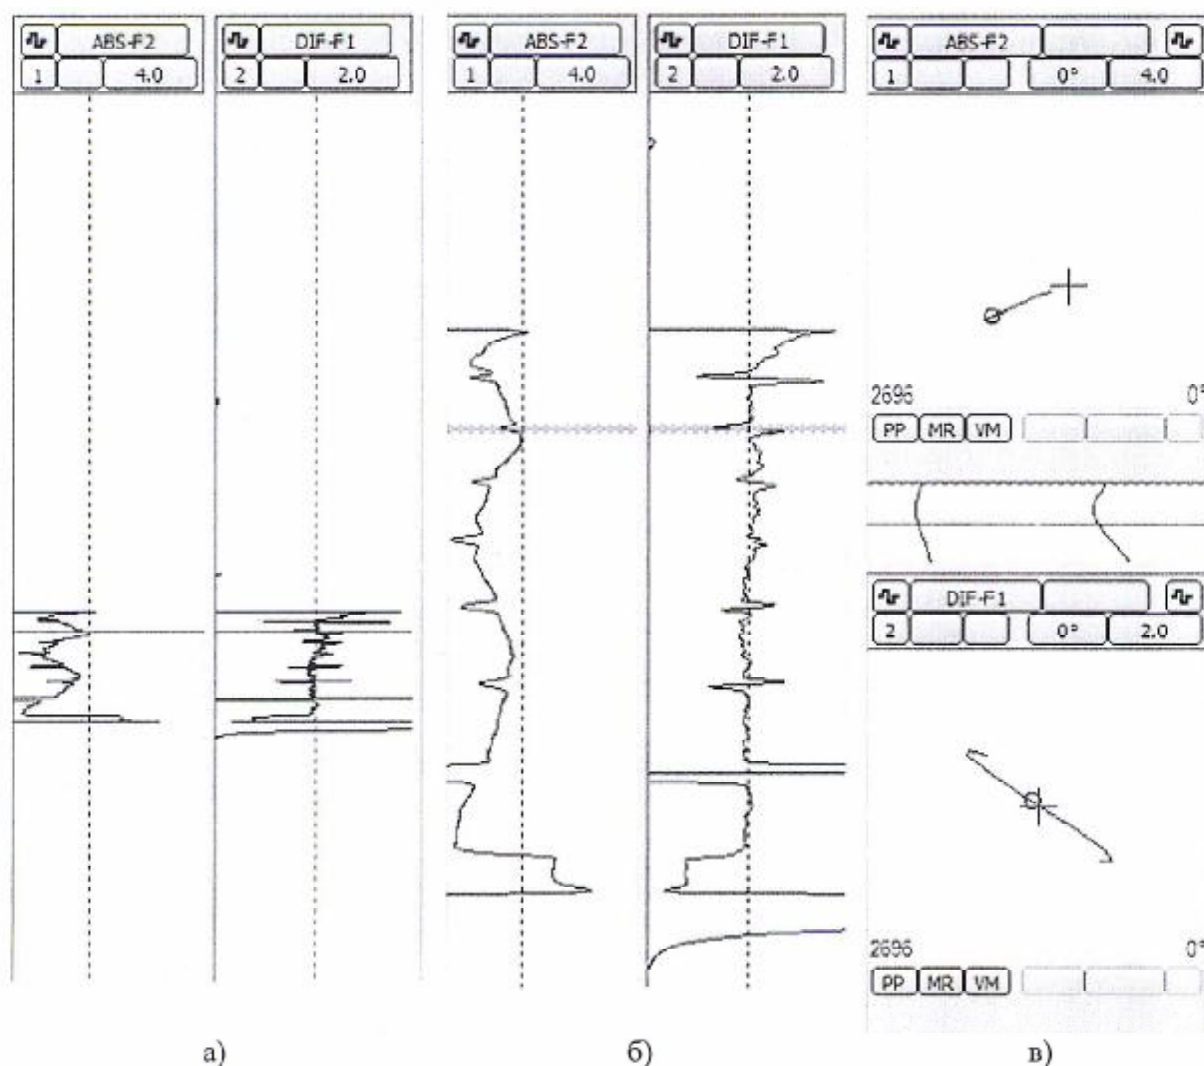

Рисунок 3
8.3.8 На панели скана в виде кривых абсолютных или дифференциальных каналов (рисунок 3а) с помощью манипулятора «мышь» установить курсор на область графика без сигнала. Нажать на правую кнопку «мыши» и выделить на графике область с сигналами, протягивая манипулятор «мышь» и удерживая нажатой правую кнопку (рисунок 3б). При выделении на графике сигнала от дефекта на годографах абсолютных или дифференциальных каналов отображаются фигуры Лиссажу (рисунок 3в).